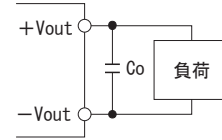

図2.12 出力側外付コンデンサ接続方法
■TUHSシリーズは基本的に出力側外付コンデンサは不要ですが、接続することでリップル電圧の低減や出力電圧変動を改善することができます。接続方法を図2.12に示します。